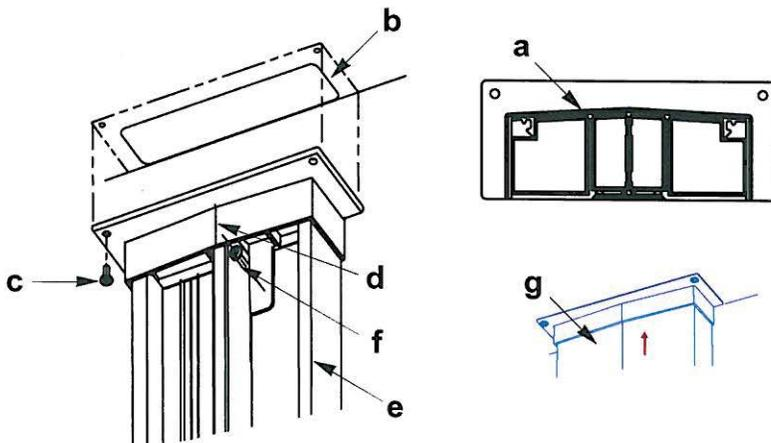

Fig. 6 • Tee • «T»
5. Continuer le montage des bases de tous les accessoires et adaptateurs jusqu'à ce que la base du système soit complète. (figs 6 à 9 12 et 13). Utiliser les embouts pour fermer la base du système. (fig. 3).
5. Seguir instalando todas las bases de accesorios y adaptadores hasta que esté completa la base del sistema (figs. 6 a 9 12 y 13). Usar casquetes de extremo para cerrar la base del sistema (fig. 3).